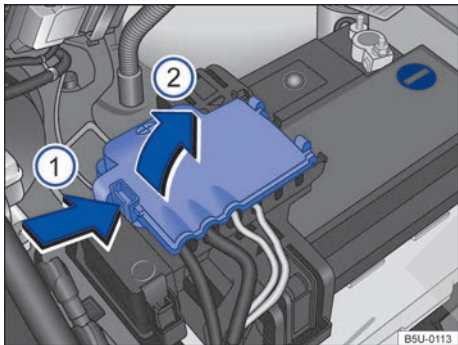

Fig. 171 Compartmento del motor: acceso al terminal positivo de la batería.
- Abrir la cobertura del polo positivo. Para abrir, presionar la traba en el sentido de la flecha → fig. 171 Ⓜ️, plegar la cobertura hacia el costado en el sentido de la flecha Ⓜ️.